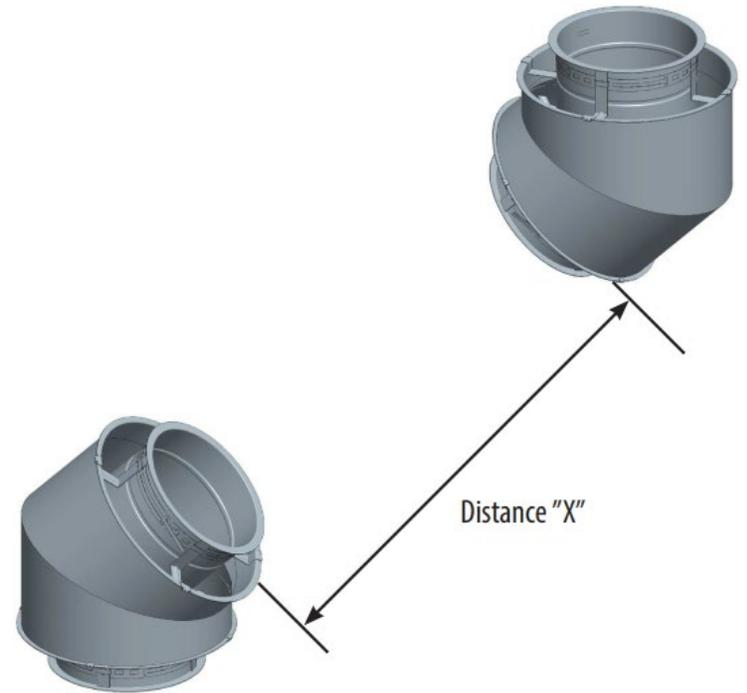

Figure 13-Étape 1 pour l'installation d'une longueur variable
**Étape 1** - Mesurez la distance X requise pour la longueur variable. Voir figure 13.